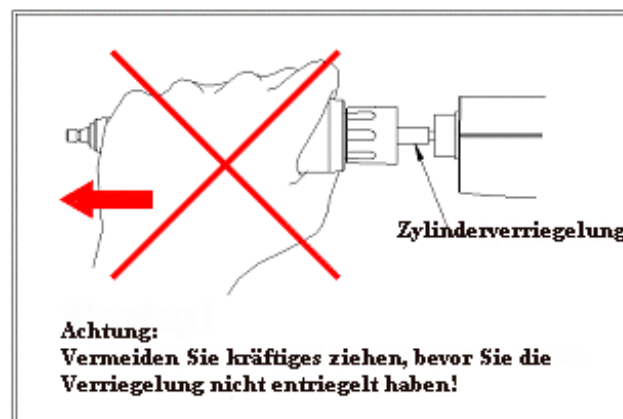
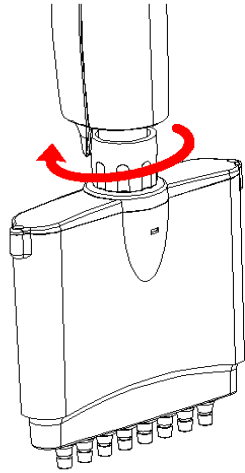

Abb. 10: Falsche Vorgehensweise für die Abnahme des unteren Pipettenteils.
Abb. 11: Drehen der Verbindungsschraube im Uhrzeigersinn.
Nur der untere Teil der Pipette kann bei (121°C, 1 bar, 20 Minuten) autoklaviert werden. Die autoklavierten Teile müssen bei Raumtemperatur abtrocknen. Die Demontage des Spitzenmoduls von der Pipette wird nachfolgend in Abb. 11~14 gezeigt. Bitte verwenden Sie **keinesfalls** überschüssige Kraft um den unteren Teil von der Pipette abzuziehen, bevor Sie die Zylinderverriegelung noch nicht wie in Abb. 10 gezeigt betätigt haben. Der falsche Umgang kann den Verbindungsmechanismus des unteren Teils zerstören.
2. Lösen Sie den unteren Teil der Pipette durch Drehen der Verbindungsschraube im Uhrzeigersinn wie in Abb. 11 gezeigt.